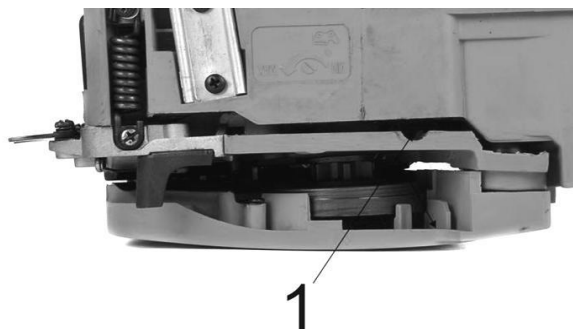

Рис. 22.
Поворот винта (1) (См. Рис. 22) по часовой стрелке уменьшает, а против часовой стрелки - увеличивает расход масла.